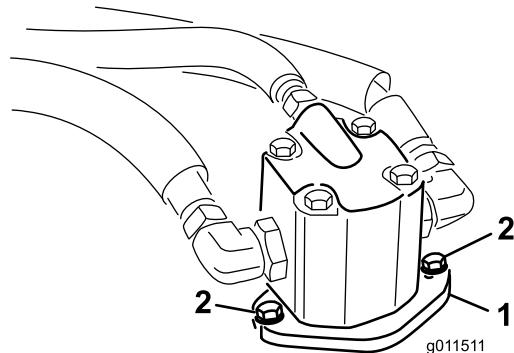

Bild 67
4. Entfernen Sie die Schrauben, mit denen der Hydraulikmotor am Mähwerk befestigt ist (Bild 67). Heben Sie den Motor vom Mähwerk ab und legen ihn auf die Oberseite des Mähwerks.